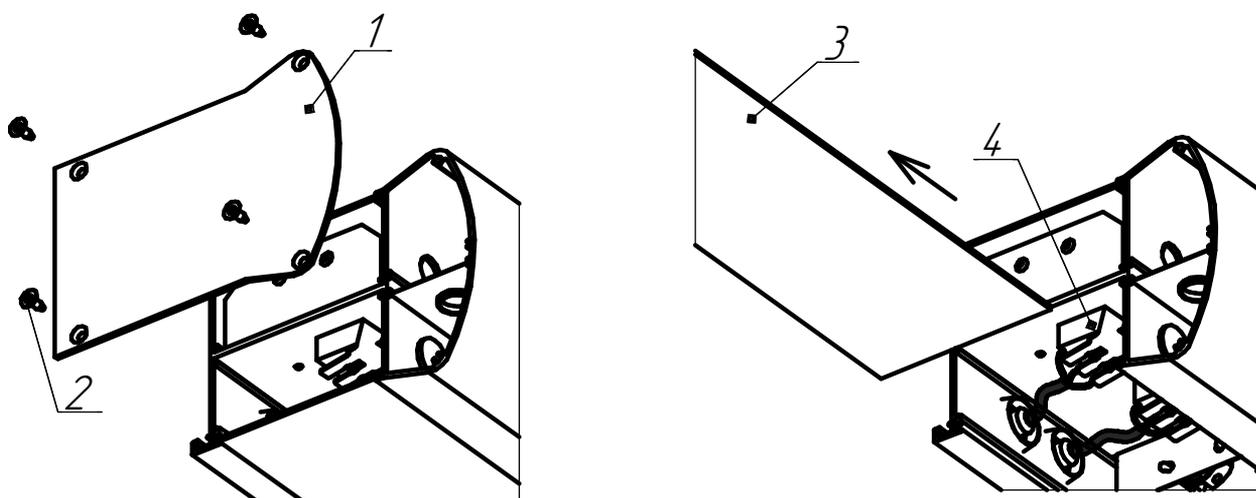

Рисунок 2 - Подключения светильника ЛБО58 к сети.
6.3 Выкрутите саморезы (поз.2, рисунок 2.) на торцевой части светильника, снимите крышку (поз.1, рисунок 2.) и рассеиватель (поз.3, рисунок 2.). Пропустите питающий провод через гермоввод к клеммной колодке (поз.4, рисунок 2.). Схему подключения светильника к сети смотреть на рисунке 5.